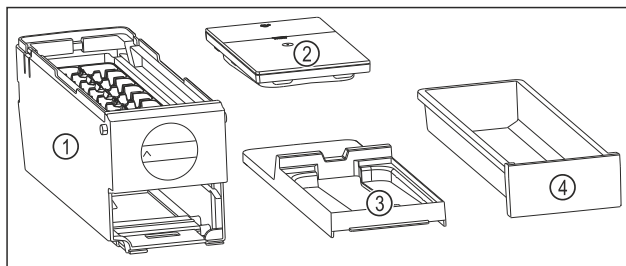

Fig. 70 EasyTwist-Ice 的组成部分
▷ EasyTwist-Ice 已被拆解为四部分。（参见 Fig. 70）
- ▶ 仅将 EasyTwist-Ice 拆解成所示的组成部分。（参见 Fig. 70）
- ▶ 将 EasyTwist-Ice 机身 Fig. 70 (1) 作为整体进行清洁。